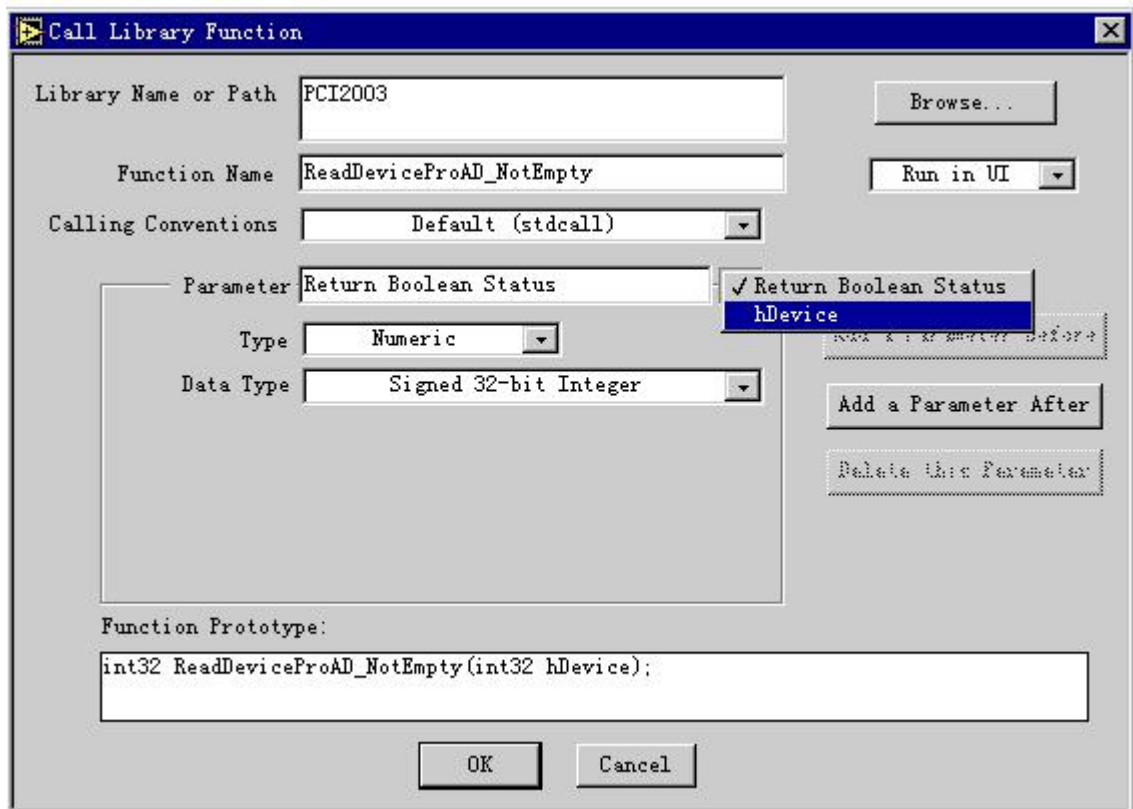

图 21 如何在某个参数这后添加另一个参数的一步
1.在 Parameter 下拉列表框中将当前参数位置定位在 hDevice 参数上, 如图 21;